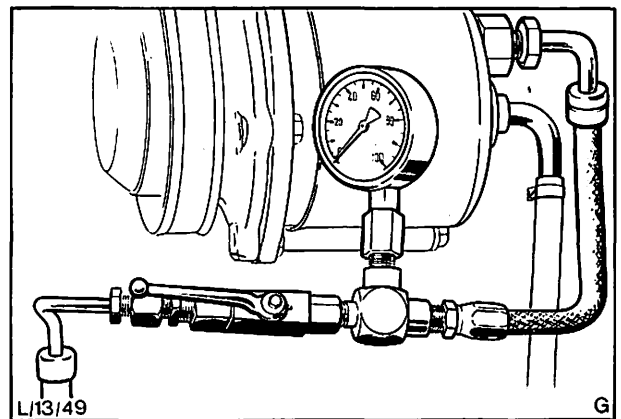

Abb. 46 Druckprüfung – Steuerventil
- a) Drucktestgerät, siehe Abb. 46, wie in Arbeitsposition 13 413 1 beschreiben, anschließen.